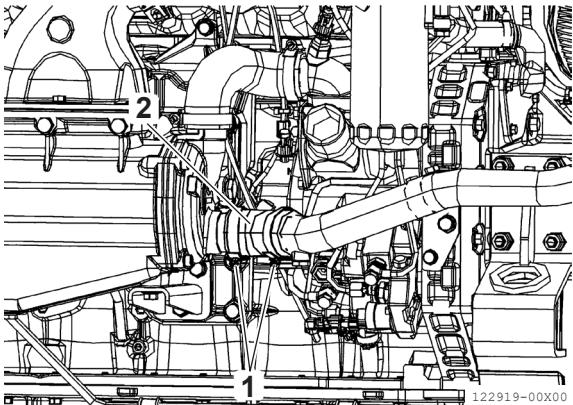

Figure 13
6. Desserrez les vis de collier (**Figure 13, (1)**) et retirez le manchon (**Figure 13, (2)**).